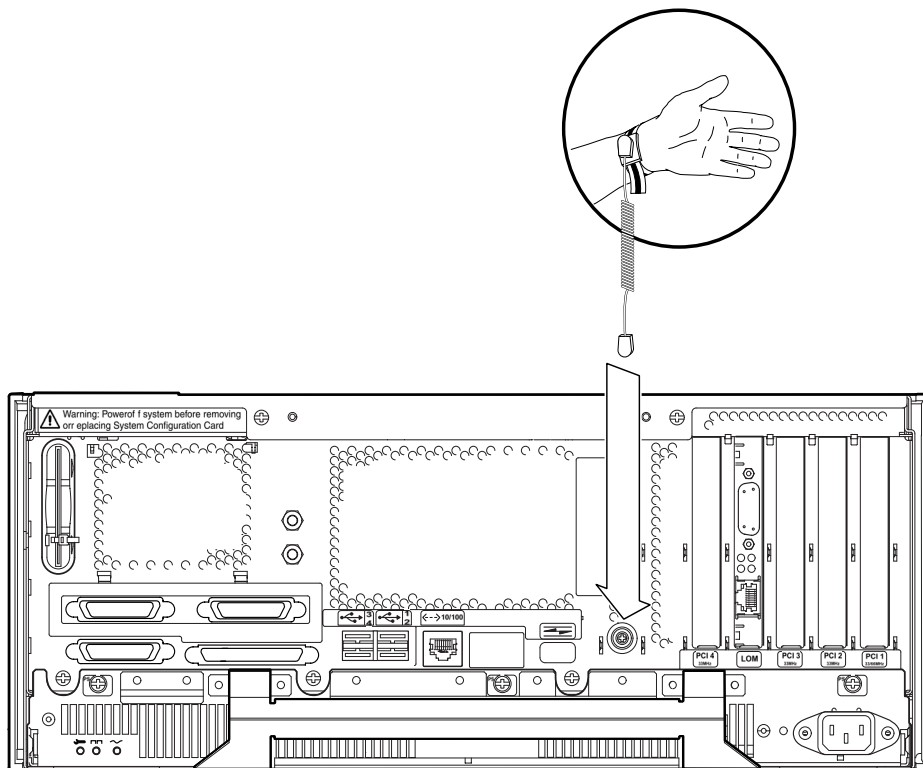
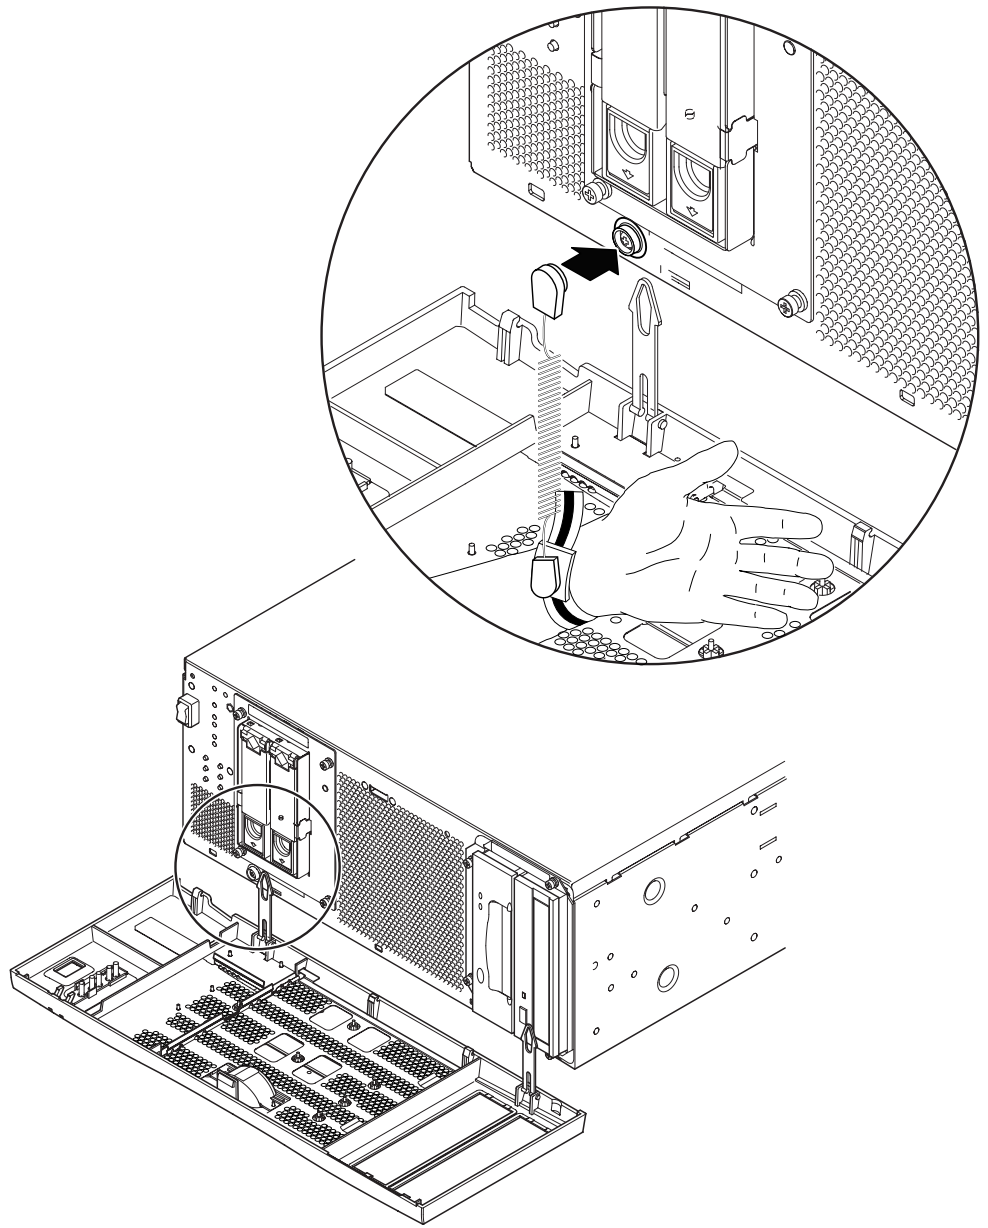

图 7-35 将防静电腕带连接到底架的背部
图 7-36 将防静电腕带连接到底架的前部
- 要将防静电腕带连接到底架上，请按图 7-35 或图 7-36 中所示连接腕带。